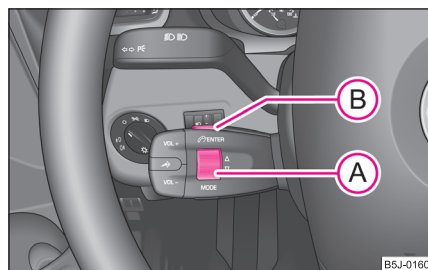

Fig. 103 Modul multi-funcțional: Tastele de comandă
- Prin apăsarea scurtă a randalinei **(A)** ⇒ pagina 102, fig. 103 puteți răsfoi în memoria telefonului în căutarea numelor, resp. a meniurilor.